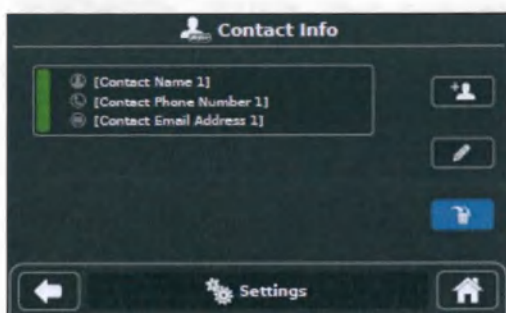

Рисунок 38 — Удаление КОНТАКТНОЙ ИНФОРМАЦИИ
3. На экране «КОНТАКТНАЯ ИНФОРМАЦИЯ» касанием выберите контактную информацию, которую нужно удалить (рисунок 38).